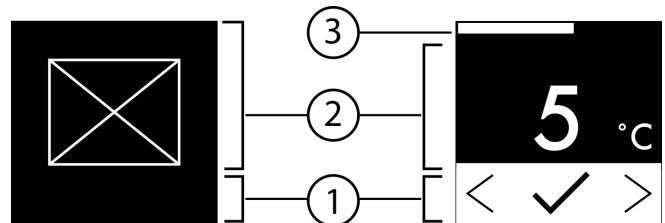

Fig. 6
- ▷ Статус: активовано Fig. 6 (1) з'являється скоро в підменю () .